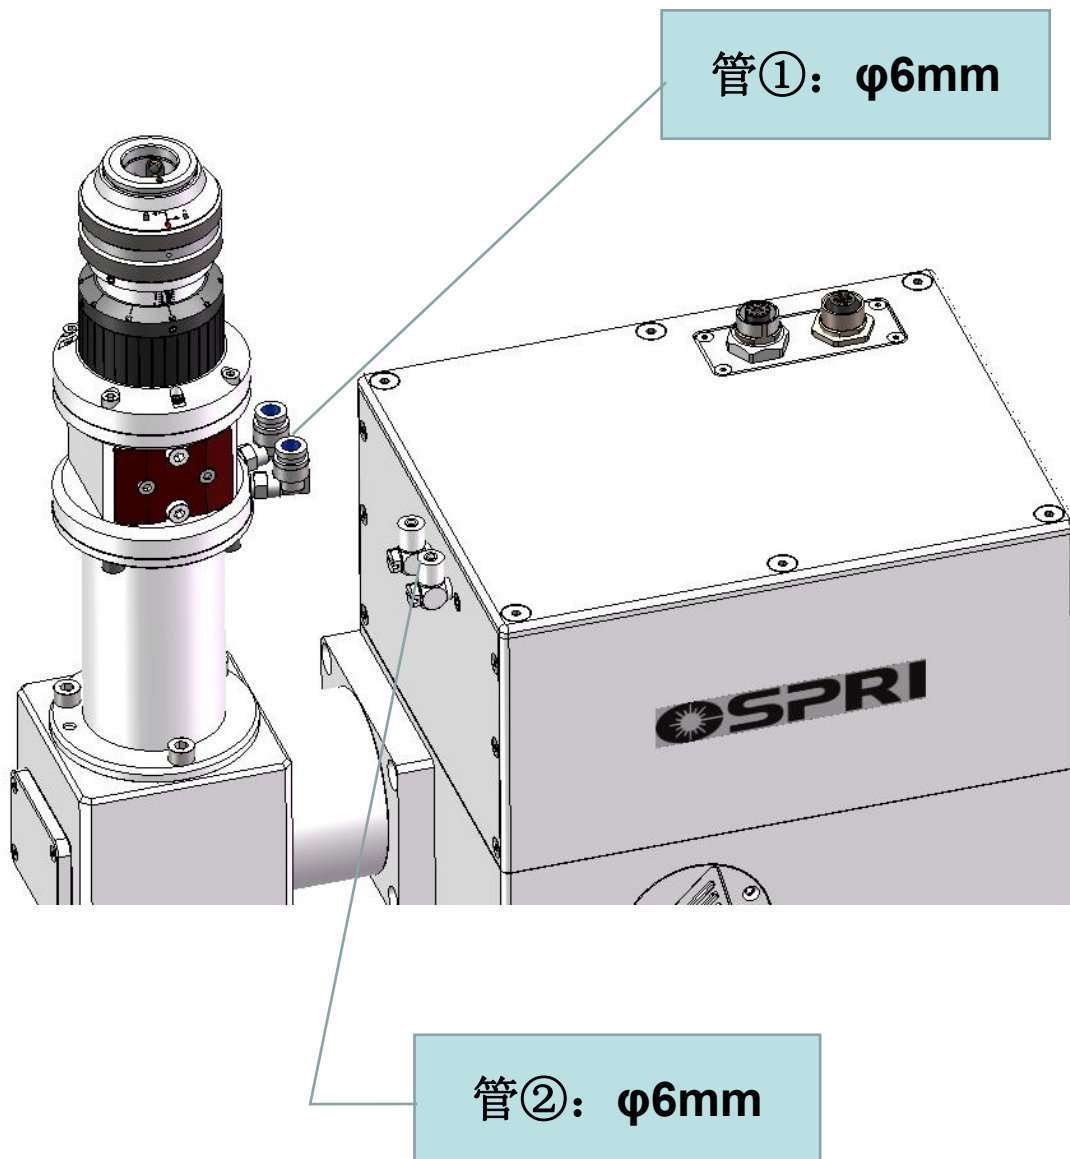

图1.4
管②用于振镜主体环境冷却，一进一出冷却管路，如下图1.4所示：